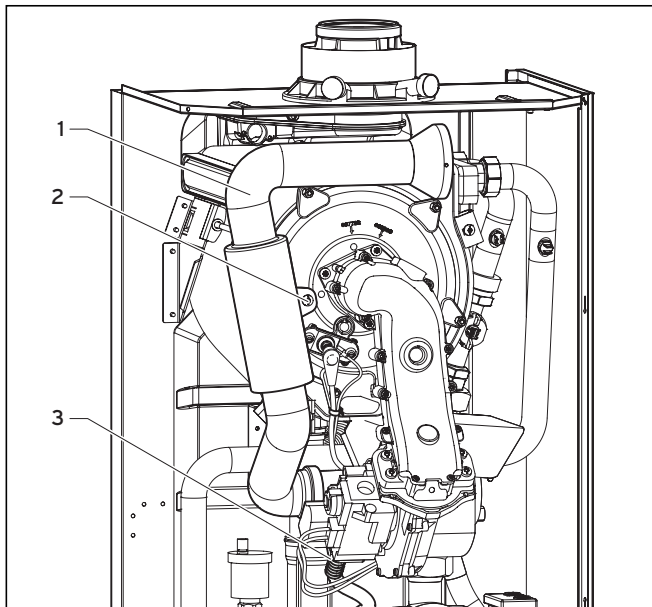

Fig. 10.1 Desmontar el tubo de aspiración de aire
- Coloque el tubo de aspiración de aire en la boquilla de aspiración y fije el tubo con el tornillo de sujeción (2, fig. 10.1).